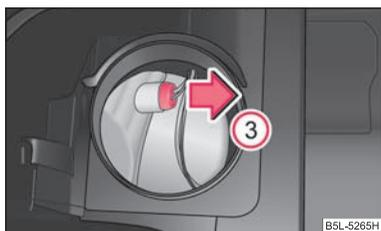

Fig. 195 Smontaggio della sede della luce di posizione (fari allo xeno)
- Tirare la sede nel senso indicato dalla freccia ③ → fig. 195.